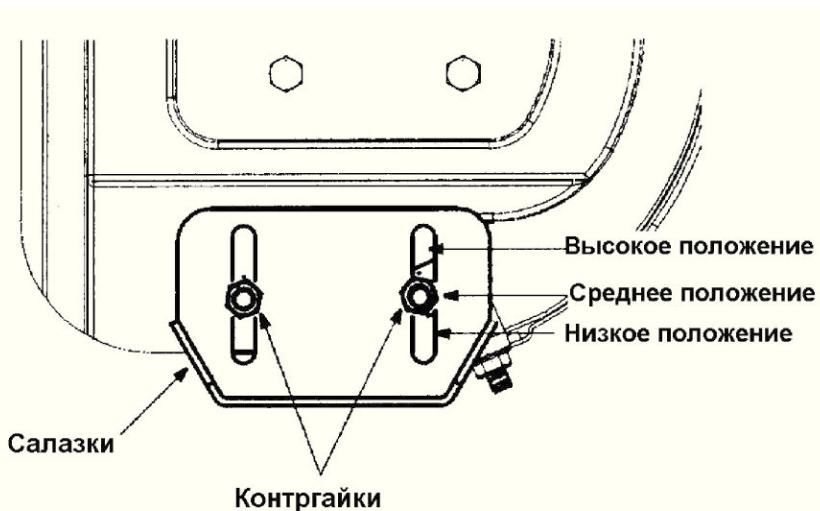

Рисунок 5
1. Отрегулируйте направляющие салазки, ослабив четыре контргайки и крепежные болты, затем передвигните салазки в желаемое положение. Смотрите рисунок 5.